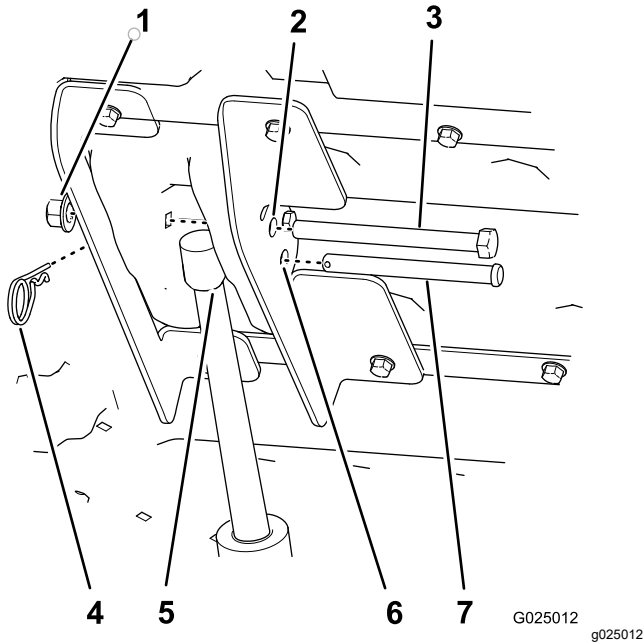

Figura 11
7. Pressione a aleta superior do interruptor do elevador da caixa para estender a barra do acionamento da elevação até que o furo na barra fique alinhado com os furos nos suportes de elevação interior e exterior (Figura 11).
8. Fixe a barra do acionador do elevador aos suportes do elevador com o passador de forquilha (3½ pol.) e o contrapino (Figura 11).
10. Alinhe o parafuso de cabeça sextavada (½ x 5½ pol.) através dos restantes furos de 12,7 mm nos suportes interior e exterior do elevador (Figura 11) e prenda com uma porca de bloqueio (½ pol.) até que a porca esteja fixa.
2. Remova o perno de gancho e o passador de forquilha que prendem a barra do acionador aos suportes interior e exterior do elevador (Figura 11).
7. Desça a plataforma e alinhe o acionador do elevador com os suportes do elevador (Figura 11).
8. Prenda o acionador do elevador com os suportes do elevador com o passador de forquilha e contrapino (Figura 11).